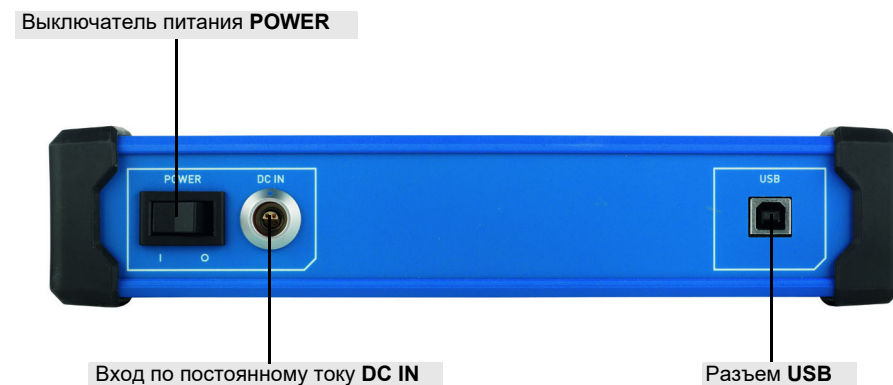

Рис. 3-6: *FRANEO 800*: вид сзади
1. Соедините выход по постоянному току блока питания переменного тока с разъемом **DC IN** на задней панели *FRANEO 800* (см. Рис. 3-6: «FRANEO 800: вид сзади» на стр. 12).